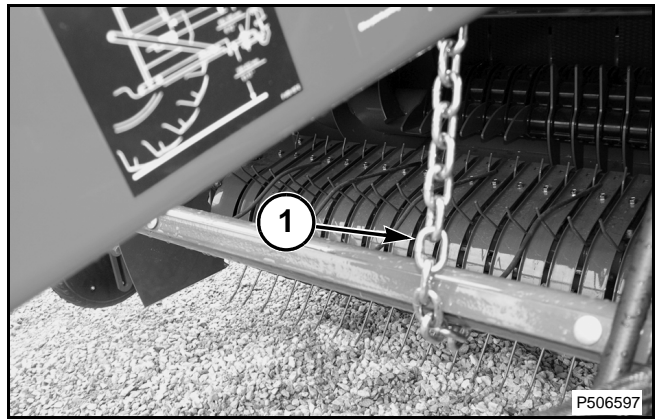

FIG. 24
FIG. 24: Enrolle la cadena de ajuste del protector antiviento debajo del protector. Instale la cadena (1) en la lengüeta de la enfardadora. Consulte el apartado sobre el ajuste del protector antiviento en la sección Ajustes.